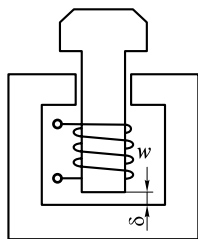

Рис. 1.5. К задаче 1.38
1.38. Для изменения тока в цепи используется катушка переменной индуктивности (рис. 1.5). От-